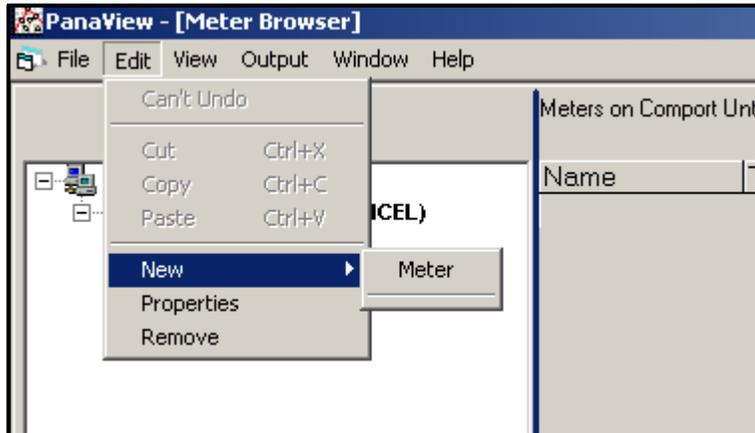

Figura 35: Nueva opción en el menú *Edición*
2. Haga clic en la opción *New* (*Nuevo*) del menú *Edición* (véase la Figura 35).